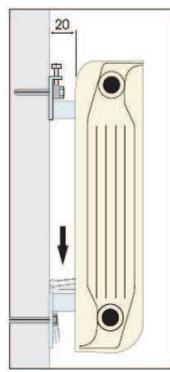

fig. 3
- 6) Abaissez les fixations inférieures dans les interstices séparant les éléments après avoir mis le radiateur à la verticale. Vissez fermement au mur (**fig. 3**). A l'aide des vis de régulation des supports supérieurs, effectuez la mise à niveau (si besoin, utilisez un niveau à bulle, non fourni), puis verrouillez fermement les vis de régulation jusqu'au blocage complet.